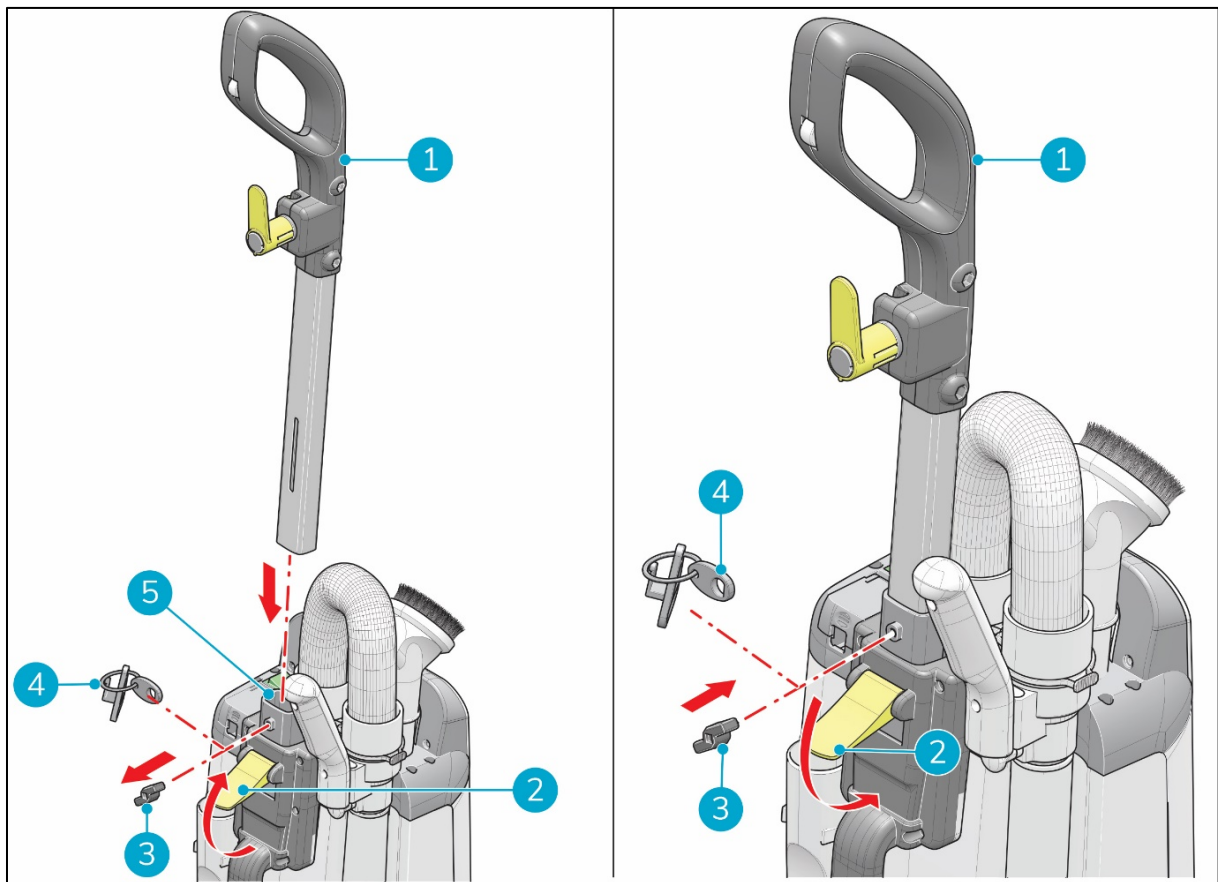

Figure 7
1. Retirez la vis à oreilles (Figure 7, pos. 3).
2. Gardez le réducteur de tension (Figure 7, pos. 4) à portée de main.
3. Libérez le loquet (Figure 7, pos. 2).
4. Placez la poignée (Figure 7, pos. 1) dans le raccord de poignée (Figure 7, pos. 5).
5. Insérez la vis à oreilles (Figure 7, pos. 3) dans le réducteur de tension (Figure 7, pos. 4).
6. Serrez la vis à oreilles (Figure 7, pos. 3).
7. Fermez le loquet (Figure 7, pos. 2).